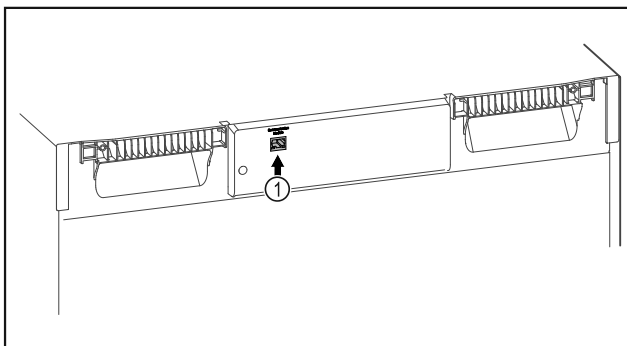

Fig. 96
- Je používán SmartModule Fig. 96 (1).